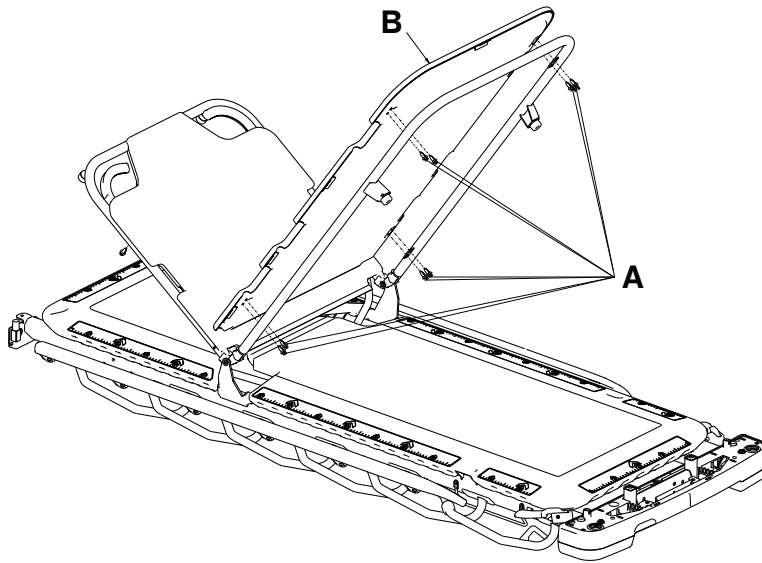

Figure 58 – Remplacement du revêtement du côté pied, option Prime X
4. À l'aide d'un tournevis cruciforme n° 2, dévisser les huit vis scrulok (A) qui fixent le revêtement du pied au châssis du pied (Figure 58).